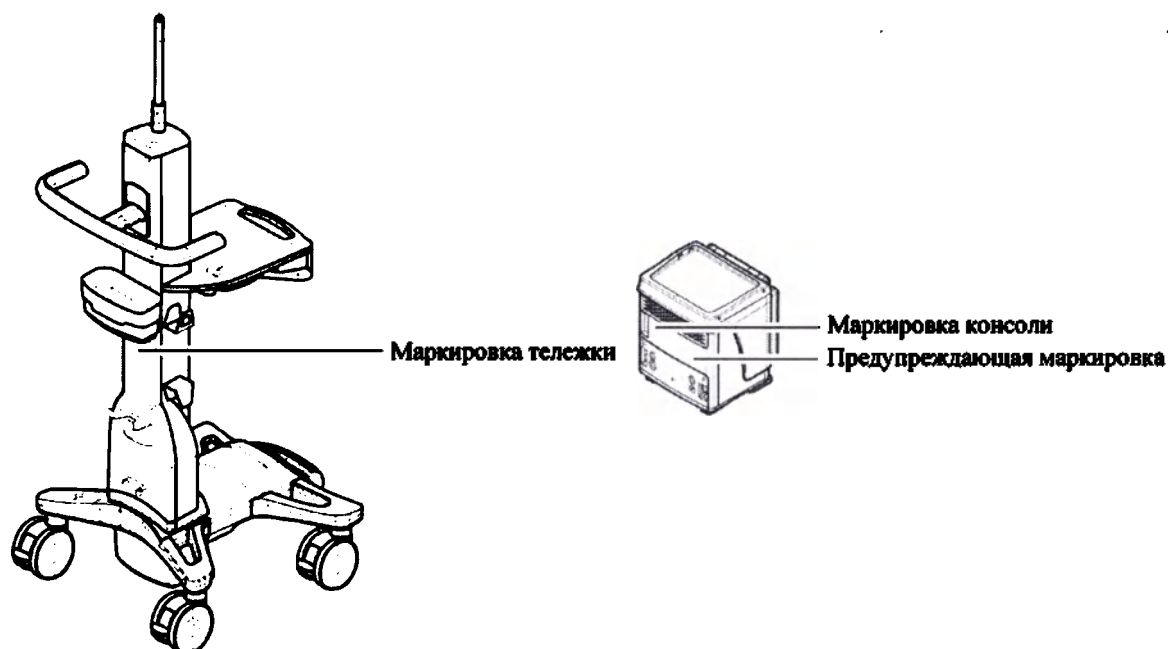

Рисунок 1-3 Расположение маркировок на системе *Legion*
- предупредительных этикеток (см. рисунок 1-3);